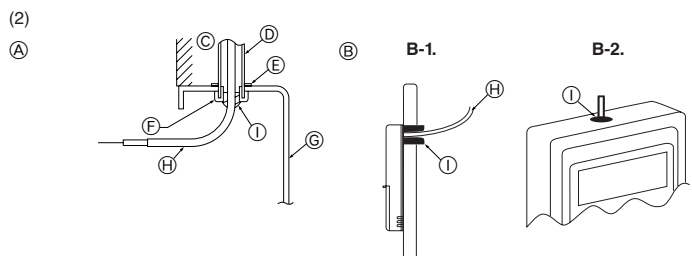

Fig. 6-3
(2) Замажьте сервисный вход в пульт дистанционного управления замазкой для предотвращения попадания капель росы, воды, а также тараканов или червей. (Fig. 6-3)